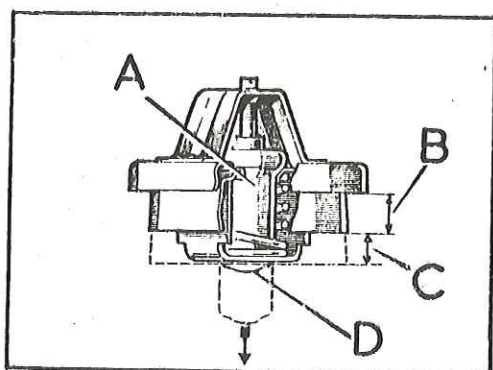

Fig. K-3 Funcionamiento del termostato
2.2. Verificar la dimensión B, (Fig. K-3), según corresponda, con el termostato a la temperatura ambiente.
- 2.4. Con el termostato sumergido, se comprobará si la válvula se abre 9,5 mm, aproximadamente, como se indica en C (Fig. K-3).